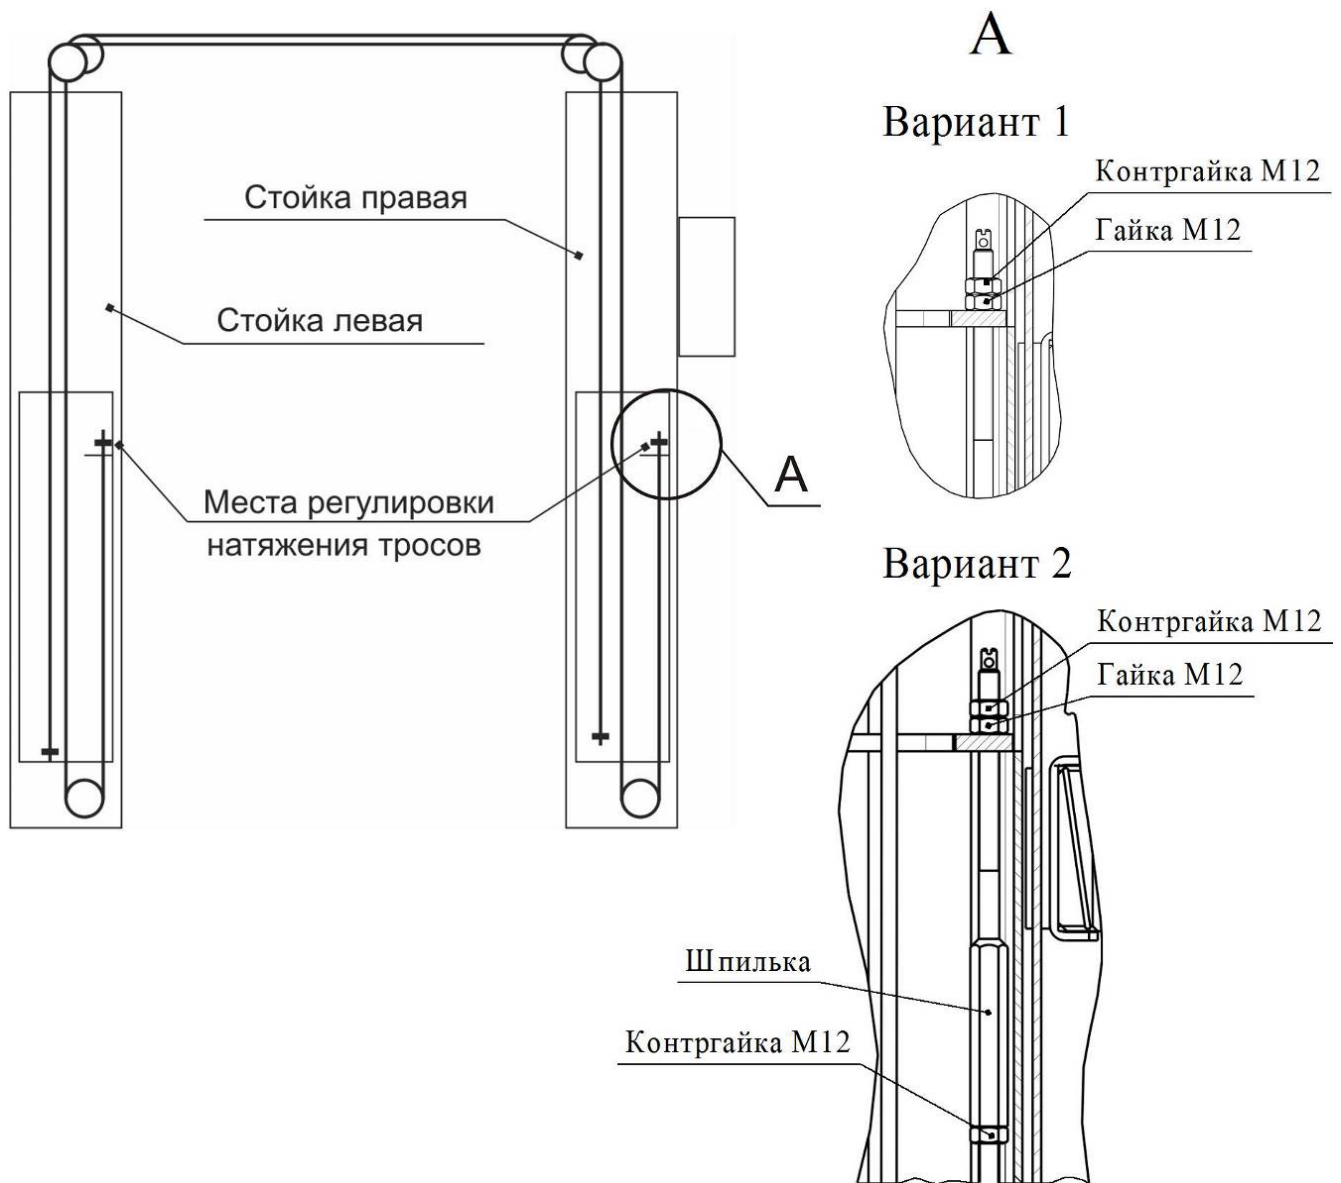

Рисунок 6.6 - Схема запасовки синхронизирующих тросов
6.7 Поднять погрузчиком или другими подъемными средствами каретки 63 и установить на защелки 44 (на высоте около 400 мм от пола). Установить тросы системы синхронизации кареток (рисунок 6.6).